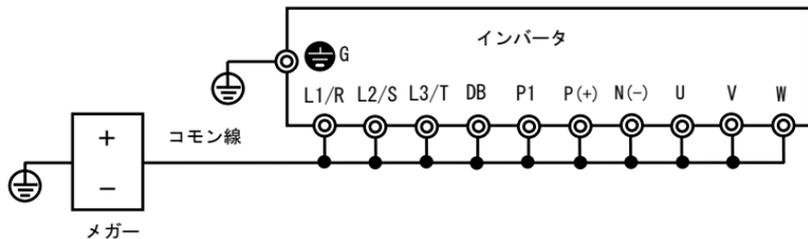

図7.2 メガータテスト
- 3) 主回路端子は、図7.2のようにコモン線で接続してください。